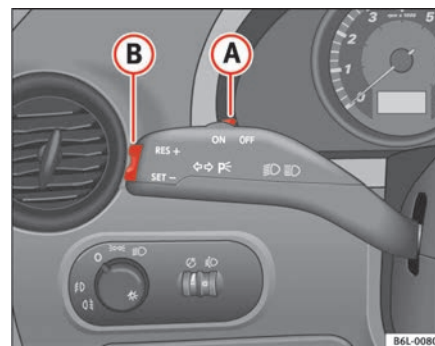

Fig. 104 Palanca de intermitentes y de luz de carretera: mando y tecla basculante para el regulador de velocidad
- Presione la parte superior de la tecla basculante **RES** ⇒ fig. 104 **B** para aumentar la velocidad. El vehículo acelerará mientras mantenga la tecla presionada. Al soltar la tecla quedará memorizada la nueva velocidad.